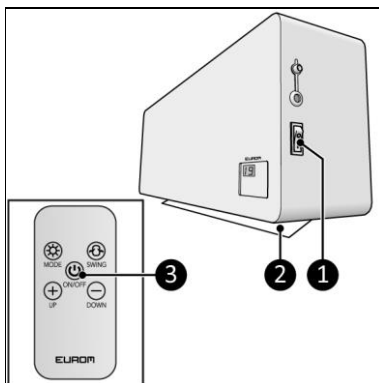

Figura 13
1. Puneți întrerupătorul ON/OFF (PORNIT/OPRIT) în poziția ON (PORNIT) (Figura 13, poz. 1).
3. Apăsați butonul MODE (MOD) de pe dispozitiv (Figura 13, poz. 2) sau butonul ON/OFF (PORNIT/OPRIT) de pe telecomandă (Figura 13, poz. 3).
1. Apăsați butonul MODE (MOD) de pe dispozitiv (Figura 13, poz. 2) sau butonul ON/OFF (PORNIT/OPRIT) de pe telecomandă (Figura 13, poz. 3).